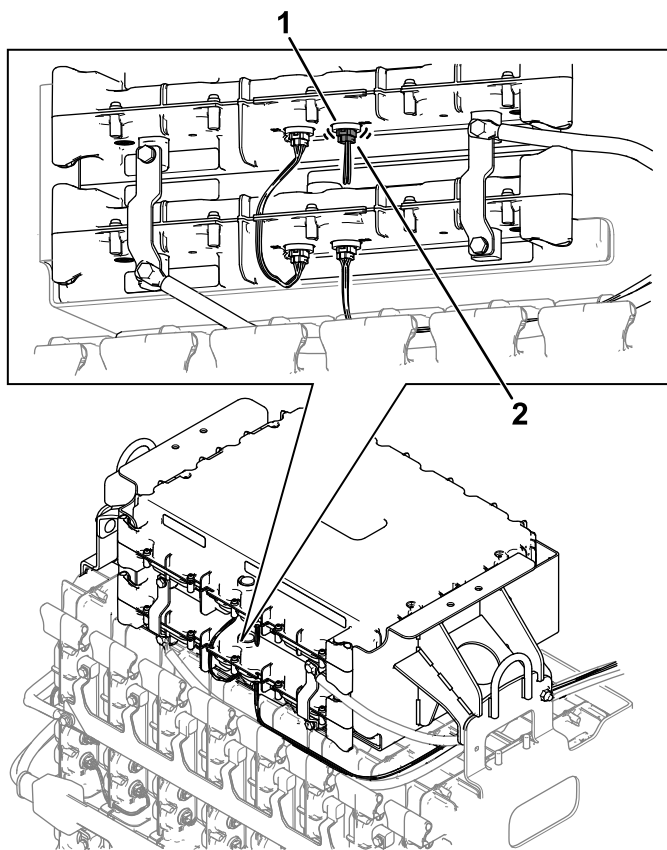

図 9
5. ステップ 3 で取り外した (CAN) ワイヤーハーネスをバッテリートレイの上部バッテリーの D2 バッテリーポートに取り付ける (図 9)。